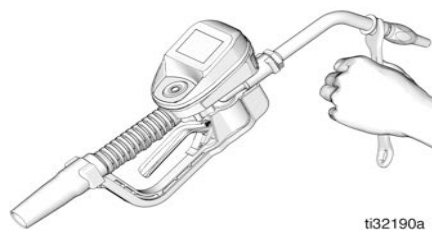

FIG. 10
2. Avec une clé à molette réglable à extrémité ouverte sur les méplats de la douille de la buse, bien serrer (FIG. 10).
- Pour éviter d'endommager la buse, serrer la buse *uniquement* avec une clé à molette sur les méplats de la douille de la buse, comme illustré sur la FIG. 10.